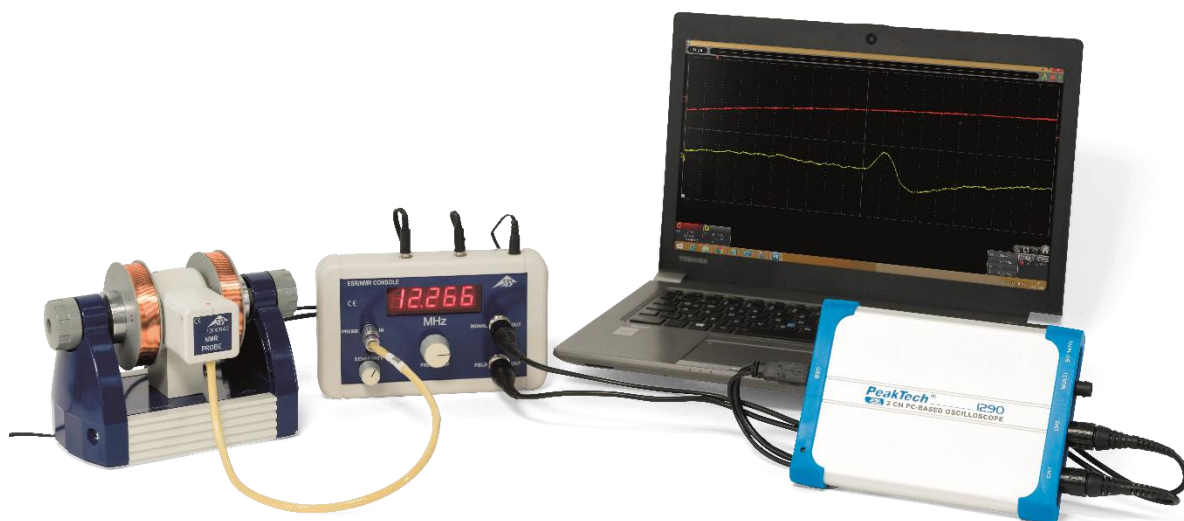

Fig. 3: Apparatto sperimentale per EPR con un oscilloscopio per PC
- Collegare l'uscita "SIGNAL OUT" dell'unità di controllo al canale 1 dell'oscilloscopio e l'uscita "FIELD OUT" al canale 2 (vedere Fig. 3).